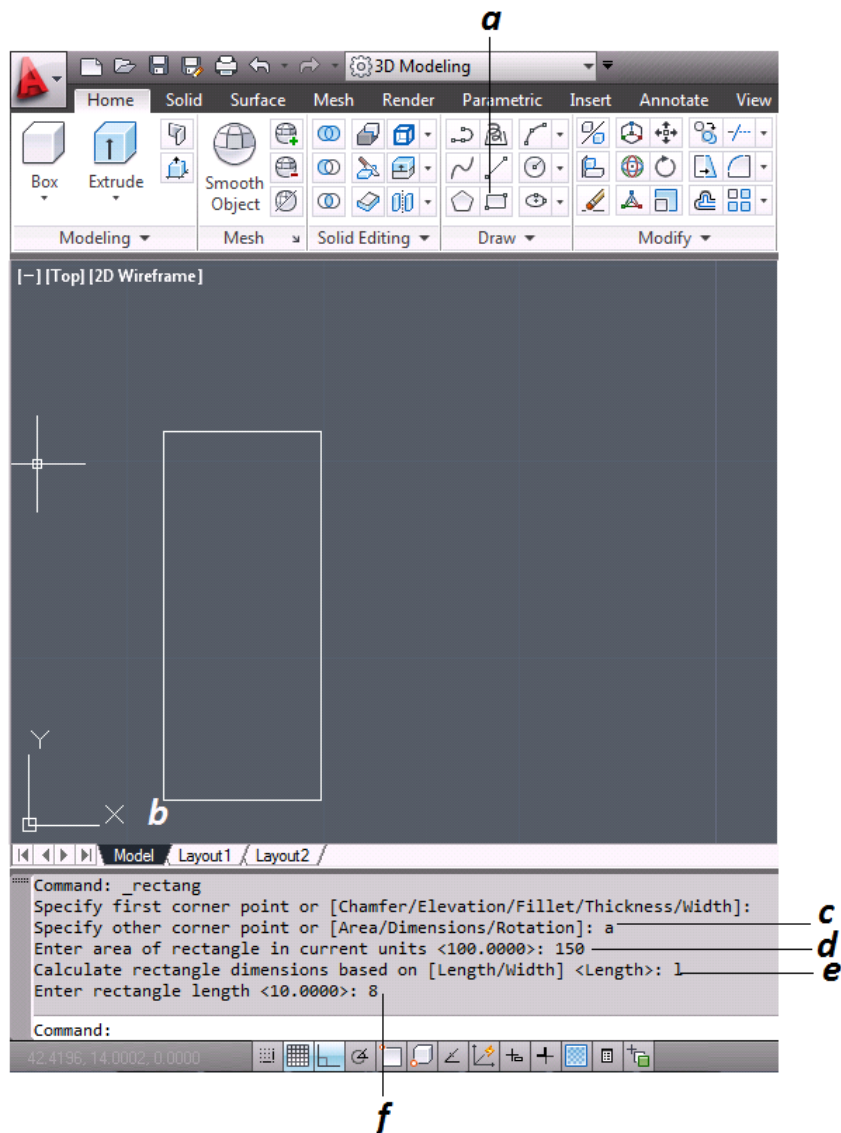

Figura 3.27 Creación de Entidades “Rectángulo”
- a. Se selecciona el comando rectángulo que se ubica en la Cinta Dibujar (*figura 3.27*).
- b. Se indica donde se quiere la primera esquina del rectángulo (*figura 3.27*).
- c. Se introduce $R [A]$, para indicar que se quiere definir el área del rectángulo (*figura 3.27*).
- d. Se introduce 150 para definir el área (*figura 3.27*).
- e. Se introduce $L [L]$ y se da enter (*figura 3.27*).
- f. Se introduce 8 y se da enter para definir la longitud (*figura 3.27*).